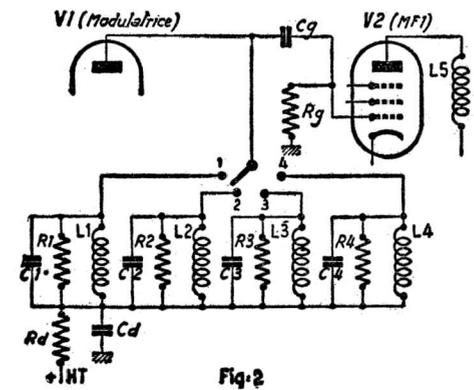

Fig. 2
une pour 4 Mc/s et une pour 3 Mc/s, ce qui aboutit à l'utilisation d'un commutateur à $3+3+1+1 = 8$ positions. Pour simplifier, nous n'indiquons cependant sur le schéma de la figure 2 qu'une seule position par bande : Pos. 1 : 10 Mc/s, pos. 2 : 5 Mc/s, pos. 3 : 4 Mc/s, pos. 4 : 3 Mc/s.